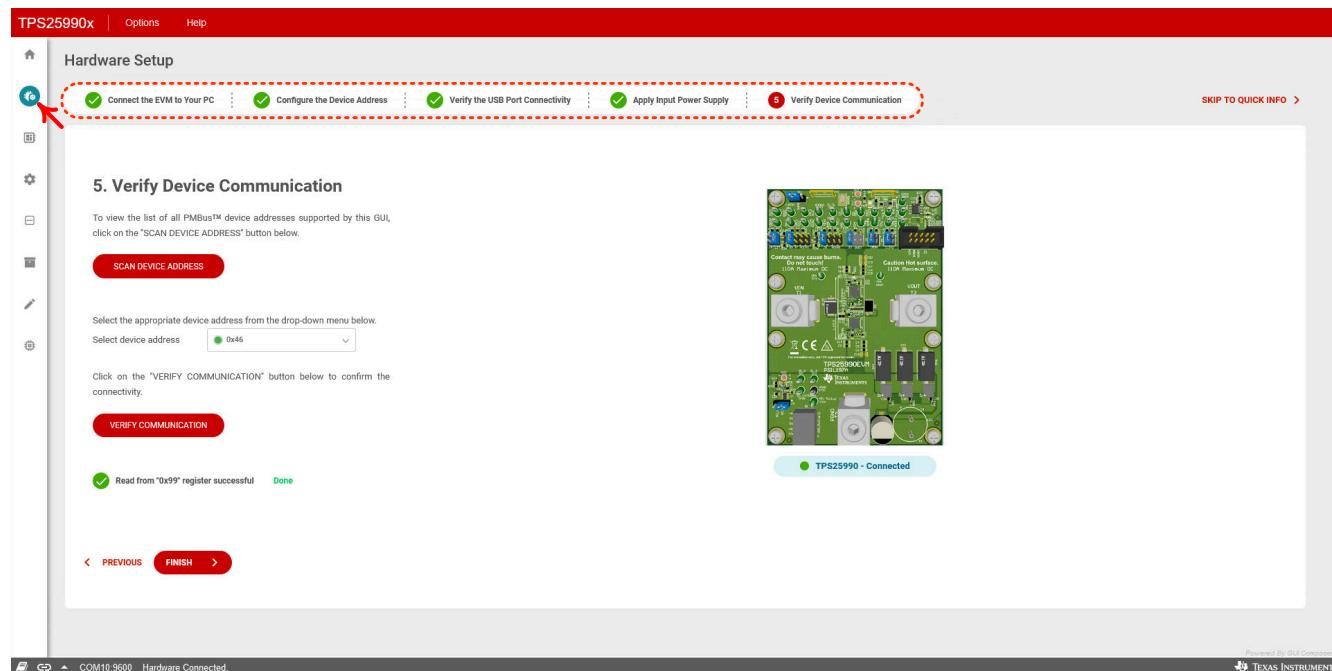
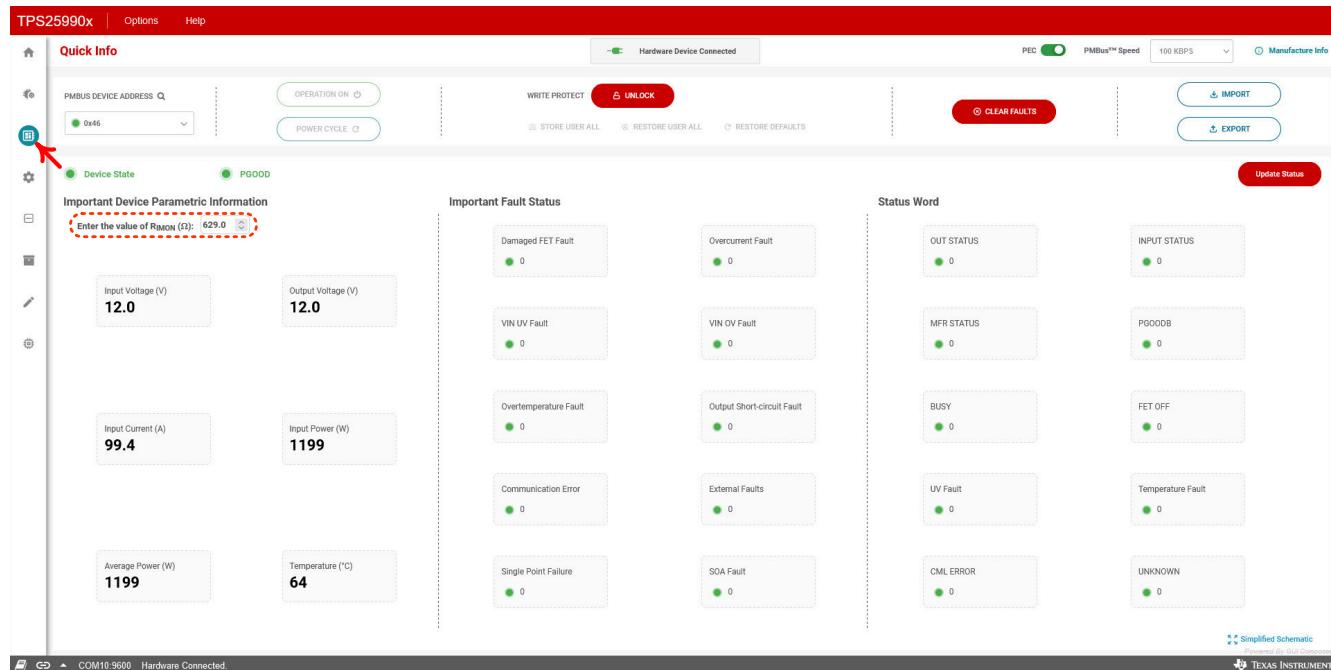

图 6-4. TPS25990EVM-GUI：验证器件连接
图 6-5. TPS25990EVM-GUI：快速信息
确保仔细完成所有步骤，并在完成前面列出的全部四个步骤之后在图 6-4 所示的硬件设置页面中的步骤 5 验证器件通信。
如图 6-5 所示，用户在验证器件通信后，点击 *FINISH* 图标可转到 *Quick Info* 页面，如图 6-4 所示。如图 6-5 所示，也可以通过点击 GUI 左侧的 *Quick Info* 图标来访问该页面。*Quick Info* 页面提供以下功能。
只能通过更新 GUI 中的 R_{IMON} (如图 6-5 中的红圈所示)，使其与 EVM 的 IMON 引脚上的电阻相匹配，来获得正确的输入电流 (A) 和输入功率 (W) 值。